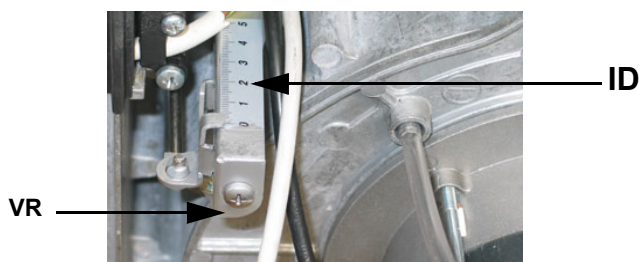

Рис. 27
- 3 снять крышку сервопривода: держать сервопривод в положении розжига (положение розжига = 0° на индикаторе воздушной заслонки **ID** - см. следующий рисунок на Рис. 27)
- 8 расслабить винт **VR** (см. Рис. 27)
- 9 сместить индикатор **ID** (Рис. 27) вдоль градуированной прорези в сторону + или -, для увеличения или уменьшения расхода воздуха, на основании требуемых значений продуктов сгорания;